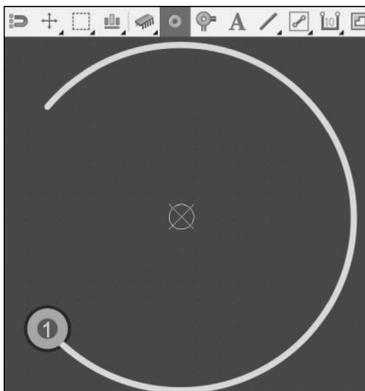

图 3-45 放置焊盘
(5) 放置焊盘。选择 Place→Pad 命令,也可单击快速工具栏,如图 3-45 所示。